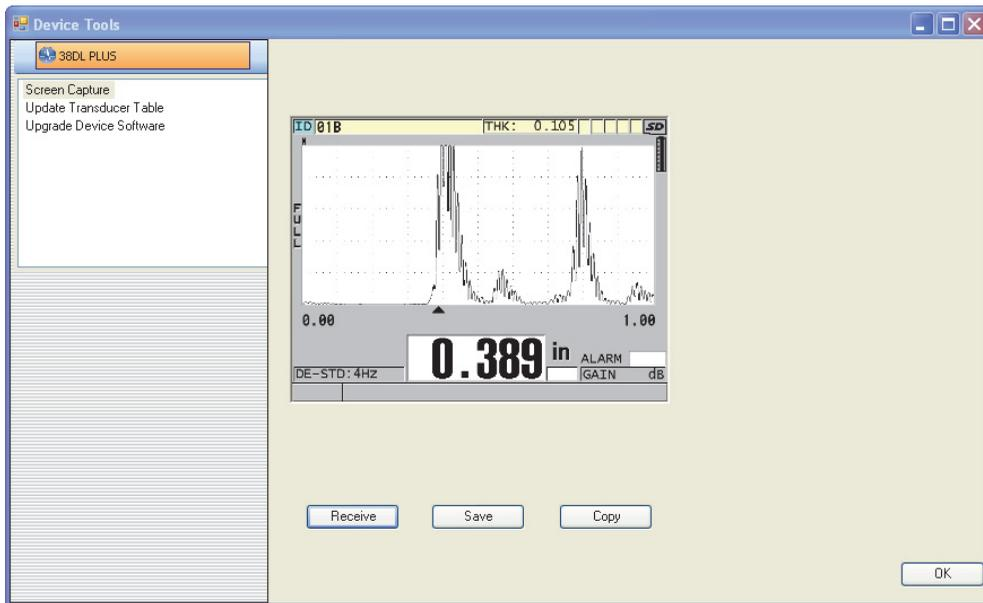

Figura 14-8 La finestra di dialogo Device Tools con una cattura dello schermo
- Nella finestra di dialogo **Device Tools** (strumenti dispositivi) [vedere Figura 14-8 a pagina 286], selezionare **Screen Capture** (cattura dello schermo) ed in seguito cliccare su **Receive** (ricevi). L'immagine della schermata viene visualizzata quando viene completato il trasferimento di dati.